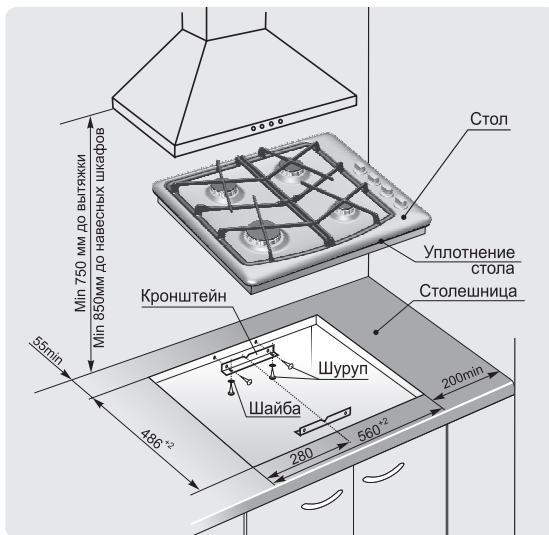

Рис. 5 МОДЕЛЬ СН1211
1. Точно разметить на столешнице контур проема под встраиваемый стол в соответствии с рис. 5, 6, 7, 8.